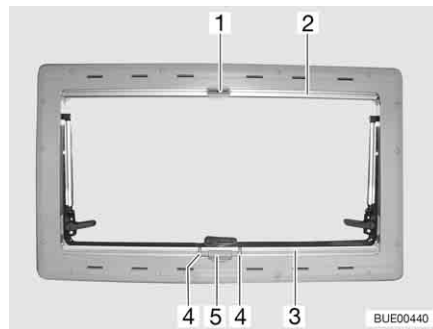

Fig. 82 Finestra apribile
- Serrare la maniglia (Fig. 82,4) e tirare l'oscurante a rullo (Fig. 82,3) dal basso verso l'alto fino all'altezza desiderata.
- Serrare la maniglia (Fig. 82,4). L'arresto si sblocca.
- Ricodurre lentamente l'oscurante a rullo (Fig. 82,3) nella posizione iniziale.
*Chiusura:* ■ Tirare in basso la zanzariera a rullo (Fig. 82,2) fino a che non viene a contatto con l'oscurante a rullo (Fig. 82,3), e il gancio di chiusura (Fig. 82,1) non si innesta nel bloccaggio (Fig. 82,5).
*Apertura:* ■ Allentare il gancio di chiusura (Fig. 82,1).